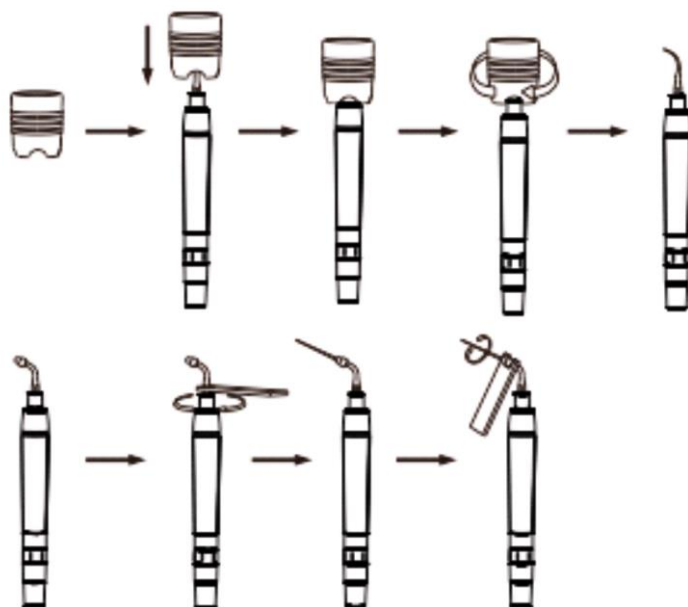

Рис. 3
2.1.4 Инструкция по использованию гаечного ключа (см. рис. 3)